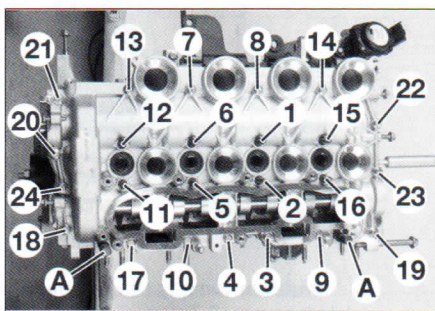

FIG.44
- Montar el cárter superior de apoyos de eje de levas sobre la culata centrándolo con dos pasadores (útil ref. (-). 0194-N) (A) (fig. 44) introducidos en los taladros previstos a este efecto.
- Aproximar y apretar progresivamente los tornillos de fijación en el orden indicado (fig. 44).
- Desmontar los dos pasadores (A).